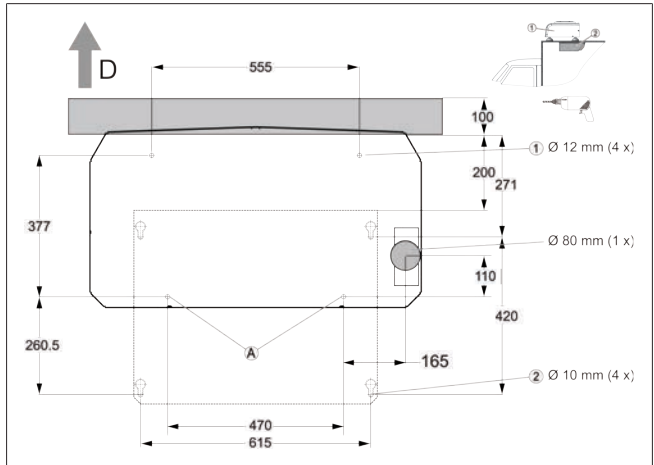

Fig. 6
2. Percez les trous d'après la Fig. 6.